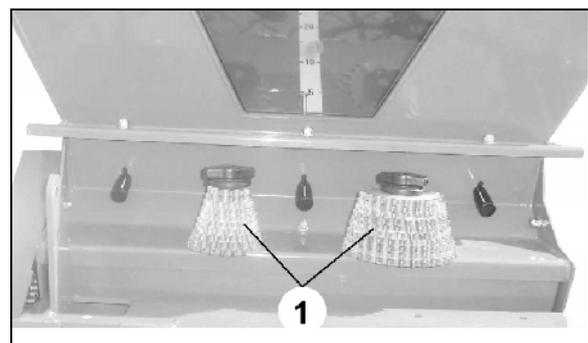

Fig. 30
5. Deducir las ruedas de cadena necesarias, para este ejemplo con 14 y 26 dientes, del juego de ruedas de cadena (Fig. 30/1).